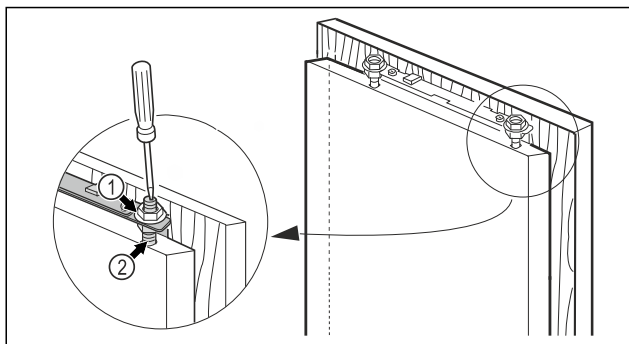

Fig. 49
- ▶ Bruk en sekskantnøkkel 13 til å stramme kontramutterne Fig. 49 (1), derved må justeringsbolten Fig. 49 (2) holdes fast med en skrutrekker.